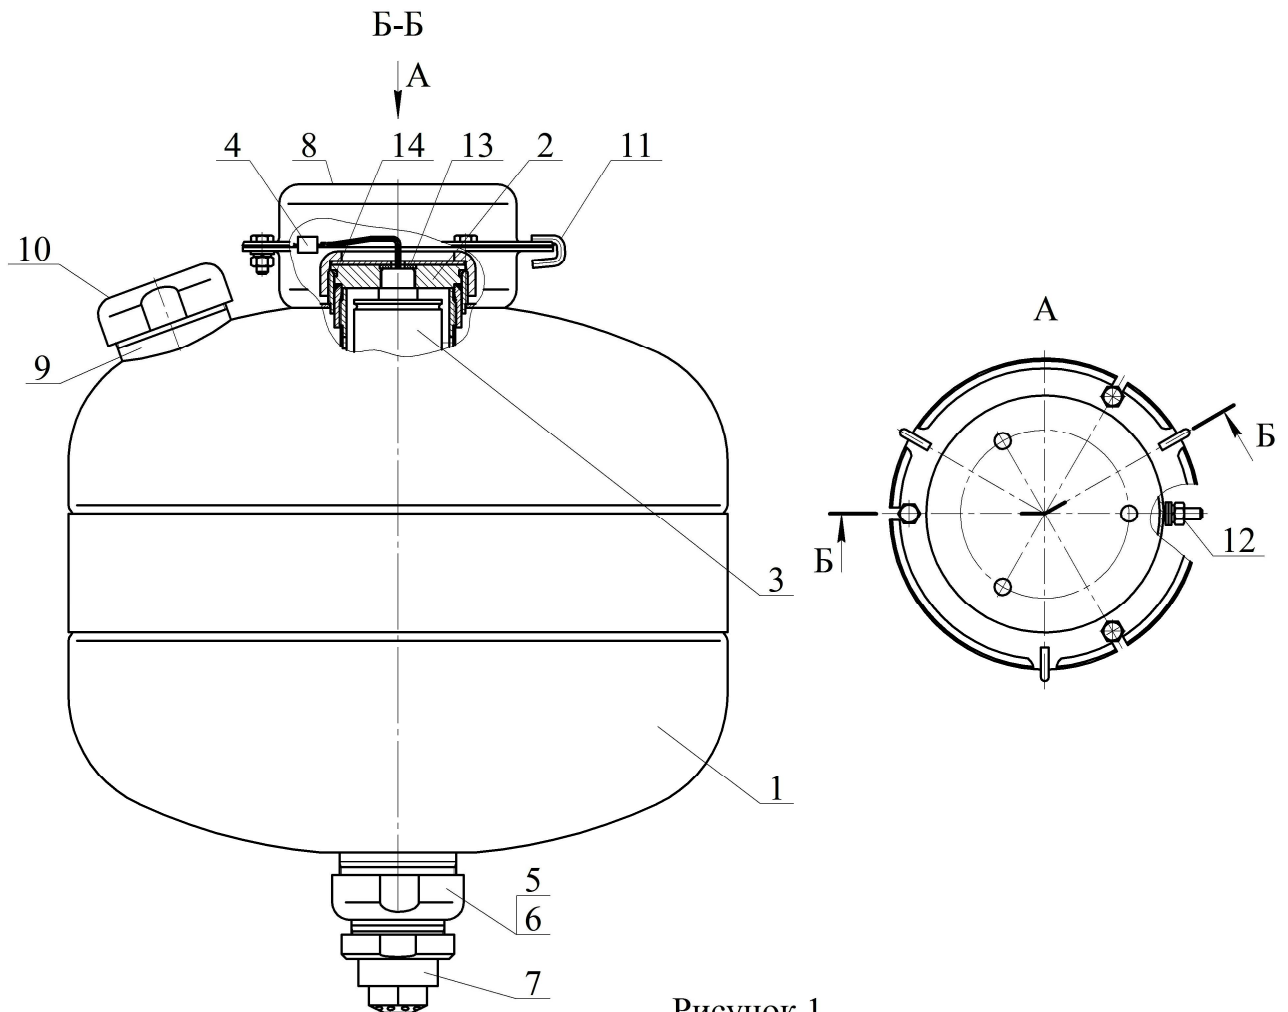

Рисунок 1
4.1.1 МУПТВ (см. рисунок 1) состоит из корпуса 1, заправленного ОТВ, в котором размещено газогенерирующее устройство 2. В герметичный корпус газогенерирующего устройства установлен ИХГ 3 с элементом электропусковым 4. Нижняя горловина корпуса перекрыта срезной мембраной 5, которая поджата гайкой 6. С гайкой 6 через фильтрующий элемент соединен насадок-распылитель 7. В верхней части корпуса расположены кронштейн 8 для крепления к потолочному перекрытию, горловина 9 для заливки ОТВ и предохранительный клапан 10. Для фиксации МУПТВ при монтаже на кронштейне 8 закреплены три скобы 11. МУПТВ имеет заземляющий зажим 12.
6.3 Закрепить кронштейн **8** (см. рисунок 1) на потолке. Координаты отверстий в кронштейне приведены на рисунке 3.
6.5.1 Залить в отверстие верхней горловины **9** (см. рисунок 1) воды по ГОСТ 6709-72, СанПиН 2.1.4.1074-01 (температура воды должна быть плюс  $(15...25)^{\circ}\text{C}$ ) объемом  $18,22^{+0,2}$  дм3. Открыть упаковку с жидкой добавкой к воде и залить ее в отверстие верхней горловины **9**.
6.6.3 Полученный раствор ОТВ залить в отверстие верхней горловины 9 (см. рисунок 1). Для окончательного приготовления ОТВ открыть упаковку с жидкой добавкой и залить ее в отверстие верхней горловины 9.
6.8 Накрутить до упора насадок-распылитель 7 (см. рисунок 1).
7.3 Комплект поставки для перезарядки МУПТВ (см. рисунок 1):